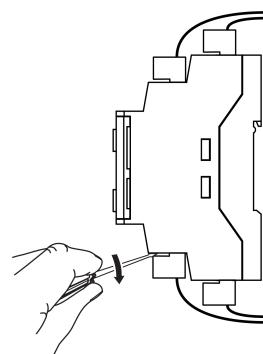

Рисунок 9.1 – Отсоединение съемных частей клемм
- Отсоединить съемные части клемм от прибора (см. рисунок 9.1).